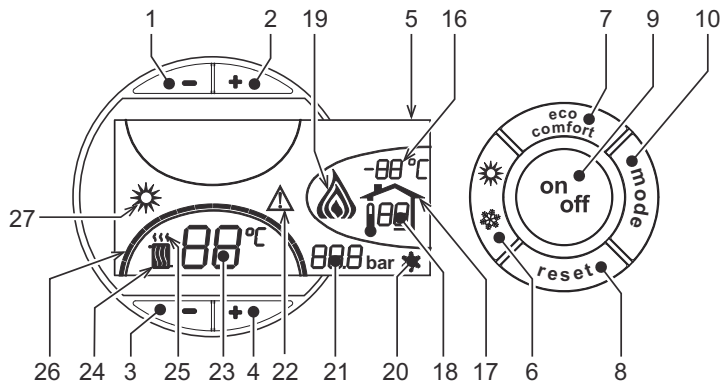
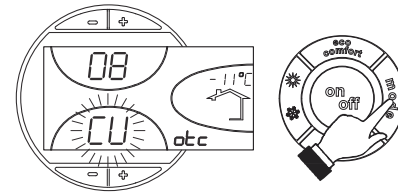
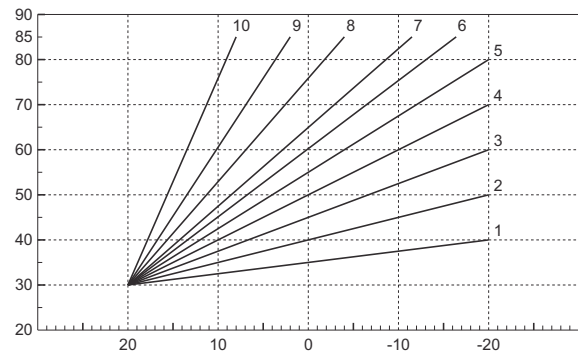
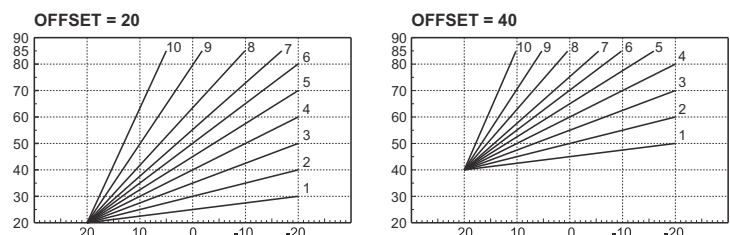

fig. 1 - Panel de control
fig. 9 - Curva de compensación
fig. 11 - Curvas de compensación
fig. 12 - Ejemplo de desplazamiento paralelo de las curvas de compensación
Pulsar la tecla **on/off** (9 - fig. 1) durante 1 segundo.
Se inhabilita el funcionamiento en calefacción. El sistema antihielo permanece operativo. Para volver a activar la caldera, pulsar nuevamente la tecla **on/off** (9 - fig. 1) durante 1 segundo.
- Pulsar la tecla ON/OFF (9 - fig. 1).
Pulsar la tecla **verano/invierno** (6 - fig. 1) 1 segundo.
En la pantalla se visualiza el símbolo Verano (27 - fig. 1): la caldera sólo suministra agua sanitaria. El sistema antihielo permanece operativo.
Para desactivar la modalidad Verano, pulsar nuevamente la tecla **verano/invierno** (6 - fig. 1) 1 segundo.
Mediante las **teclas** (3 y 4 - fig. 1) se puede regular la temperatura de la calefacción desde un mínimo de 30 °C hasta un máximo de 80 °C.
Mediante las teclas +/- (1 y 2 - fig. 1) se puede regular la temperatura del agua sanitaria desde un mínimo de 10 °C hasta un máximo de 65 °C.
Si está instalada la sonda externa (opcional), en la pantalla del panel de mandos (5 - fig. 1) aparece la temperatura instantánea medida por dicha sonda. El sistema de regulación de la caldera funciona con "Temperatura adaptable". En esta modalidad, la temperatura del circuito de calefacción se regula en función de las condiciones climáticas exteriores, con el fin de garantizar mayor confort y ahorro de energía durante todo el año. En particular, cuando aumenta la temperatura exterior disminuye la temperatura de ida a la calefacción, de acuerdo con una curva de compensación determinada.
Durante el funcionamiento con temperatura adaptable, la temperatura programada mediante las teclas de calefacción +/- (3 y 4 - fig. 1) pasa a ser la temperatura máxima de ida a la instalación. Se aconseja definir el valor máximo para que la instalación pueda regular la temperatura en todo el campo útil de funcionamiento.
Si se pulsa una vez la tecla **mode** (10 - fig. 1), se visualiza la curva actual de compensación (fig. 9), que se puede modificar con las **teclas del agua sanitaria** (1 y 2 - fig. 1). Seleccionar la curva deseada entre 1 y 10 según la característica (fig. 11).
Si se pulsan las **teclas de la calefacción** (3 y 4 - fig. 1), se accede al desplazamiento paralelo de las curvas (fig. 12), modificable mediante las **teclas del agua sanitaria** (1 y 2 - fig. 1).
Al pulsar otra vez la tecla **mode** (10 - fig. 1) se sale de la modalidad de regulación de las curvas paralelas.
Si la caldera tiene conectado el reloj programador a distancia (opcional), los ajustes descritos anteriormente se gestionan según lo indicado en la tabla 1. Además, en la pantalla del panel de mandos (5 - fig. 1) aparece la temperatura ambiente actual medida por el reloj programador a distancia.
Selección Eco/Comfort	Si se desactiva el funcionamiento en sanitario desde el menú del reloj programador a distancia, la caldera selecciona la modalidad Economy. En esta condición, la tecla 7 - fig. 1 del panel de la caldera está inhabilitada. Si se vuelve a activar el funcionamiento en sanitario con el reloj programador a distancia, la caldera se dispone en modo Comfort. En esta condición, con la tecla 7 - fig. 1 del panel de la caldera es posible pasar de una modalidad a otra.